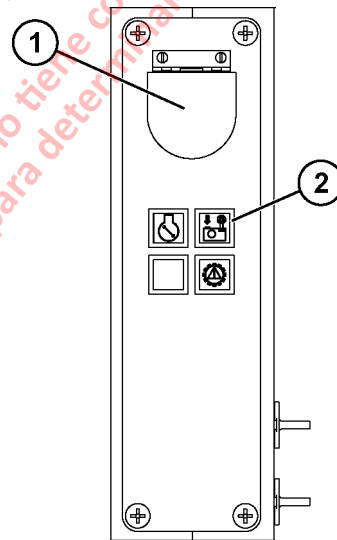

FIGURA 11-5. PARTE POSTERIOR DE LA CONSOLA CENTRAL
Se toma una captura manual al presionar el botón de almacenamiento de datos (1, Figura 11-5) ubicado en la parte posterior de la consola central. Mientras el controlador KOMTRAX Plus registra la captura de 7,5 minutos, se ilumina la luz de captura en curso (2). Durante los primeros 5 minutos, la luz LED estará encendida de forma continua. Durante los 2 minutos siguientes, la luz LED parpadeará lentamente. Durante los últimos 30 minutos, la luz LED parpadeará rápidamente.